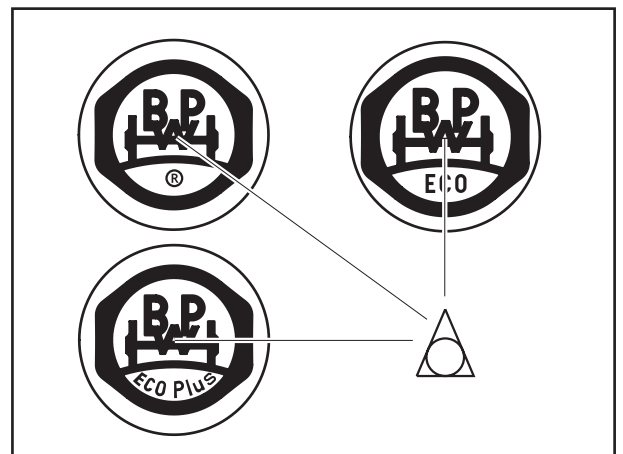

Fig. 2
- ☞ - Bei neuen Nabenkapseln (eingepprägtes ®, ECO oder ECO Plus unter dem BPW-Zeichen) (Fig. 2) brauchen die Kapseln nicht abgeschraubt werden.
- Das Dreieck (Δ) im BPW-Zeichen liegt zentrisch, wenn unter dem BPW-Zeichen ein ®, ECO oder ECO Plus eingeprägt ist (Fig. 2).